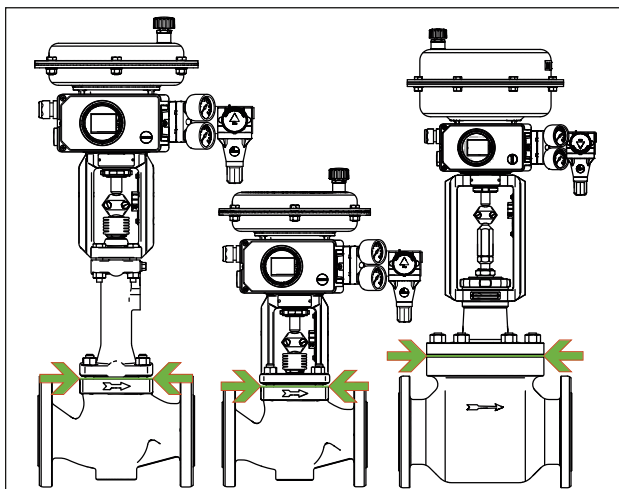

Bild 21: Grenze der Einisolierung von Stellventilen (Beispieldarstellung)
- ⇒ Stellventile nur bis zum Deckelflansch der Ventilgehäuse einisolieren, vgl. Bild 21. Dies gilt auch für Ausführungen mit Balg- oder Isolierteil bei Mediumtemperaturen unter 0 °C oder über 220 °C. Wird das Isolierteil mit einisoliert, verliert es seine Funktion!